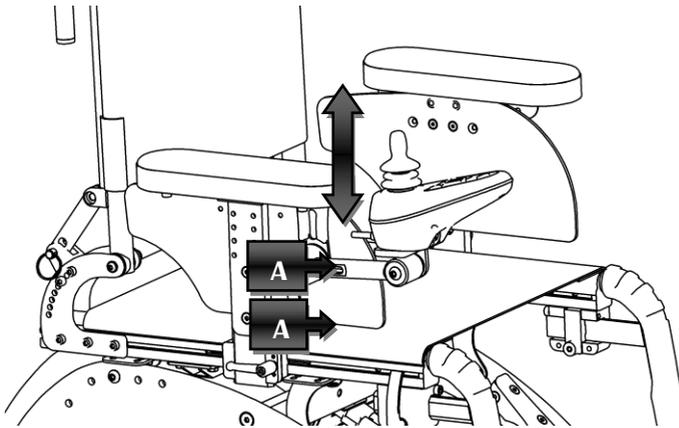

Figura 7
Facendo riferimento alla Figura 7, allentare le viti (A), e regolare l'altezza del bracciolo al valore desiderato; quindi stringere di nuovo le viti (A).